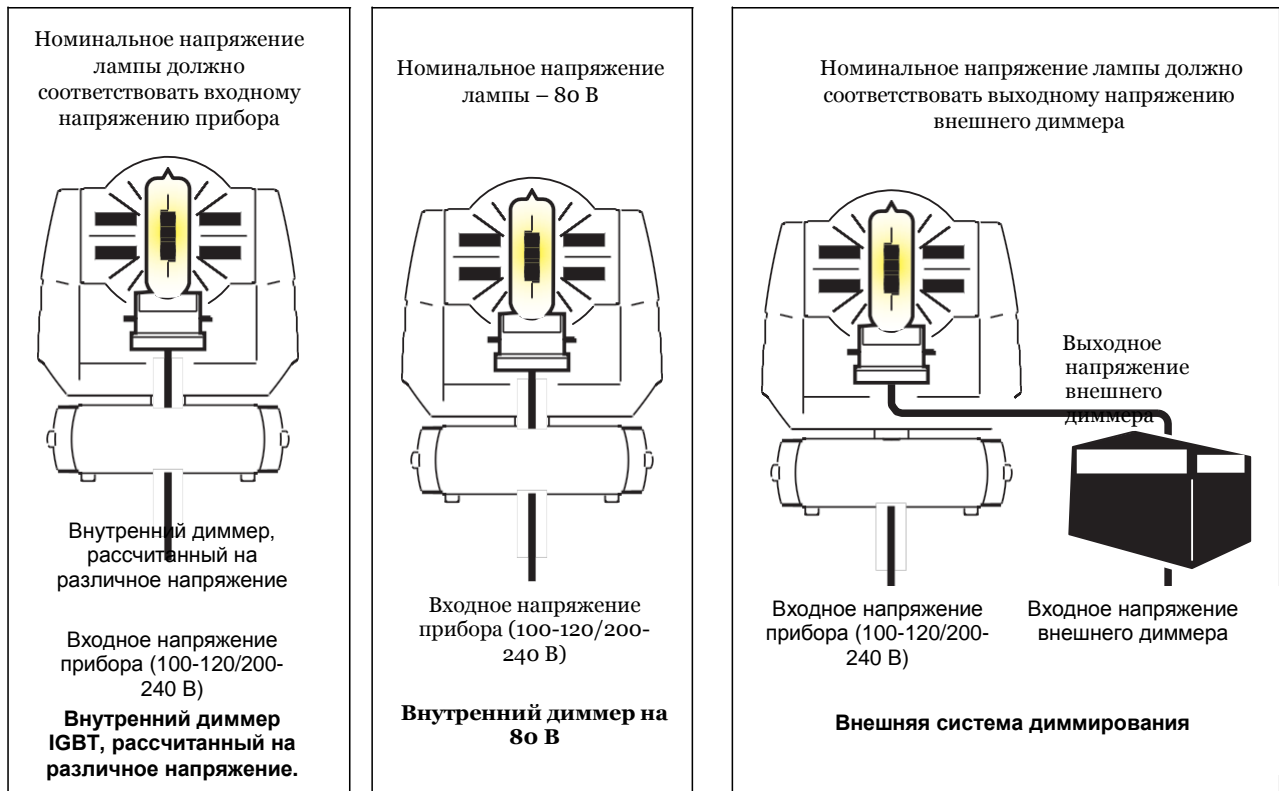

Рисунок 4. Варианты диммирования и напряжение лампы
Для прибора MAC TW1 возможны три варианта диммирования. Независимо от того, какой вариант используется, номинальное напряжение лампы должно соответствовать напряжению, подаваемому устройством или системой диммирования (см. также рисунок 4):
- 2.См. рисунок 4. Проверьте, чтобы номинальное напряжение установленной в приборе лампы соответствовало внутреннему диммеру.